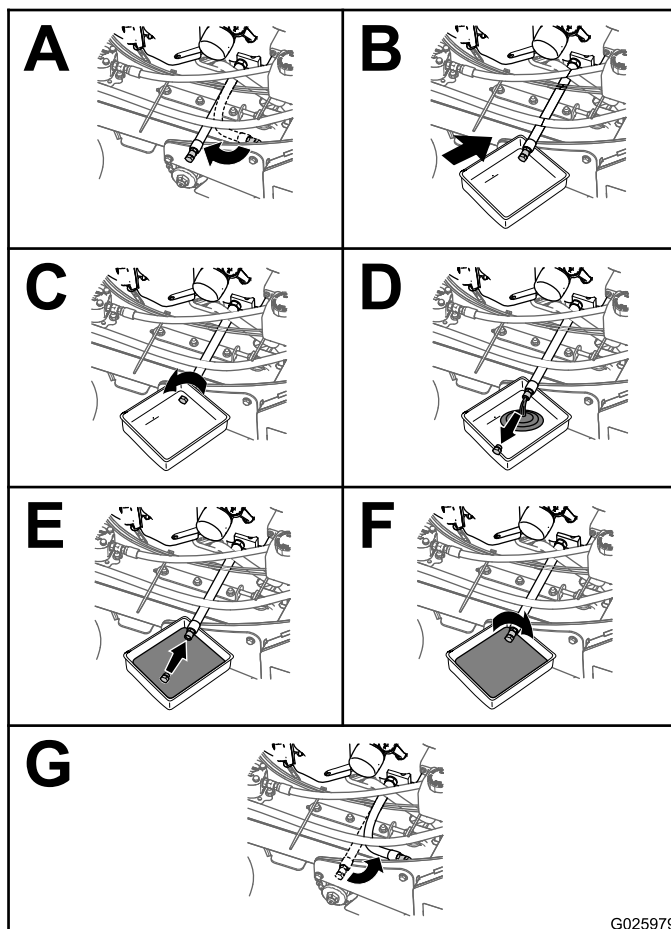

Figura 31
- Cambie el aceite del motor, según se muestra en la Figura 31.